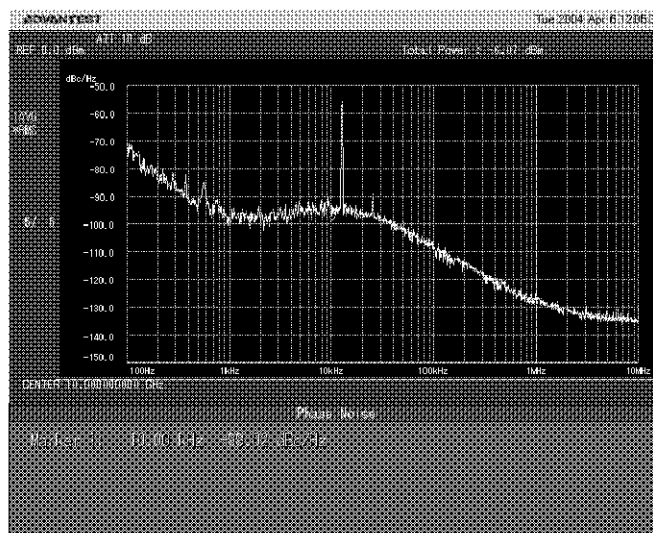

図 2-9 高分解能モード
3. ソフト・メニュー・バーの **More 2/2**, **Resolution** (High) をタッチすることにより、高分解能で位相ノイズ測定を行います。図 2-9 では、スプリアスにマスクされていた 10 kHz オフセットの位相ノイズを正しく測定できています。